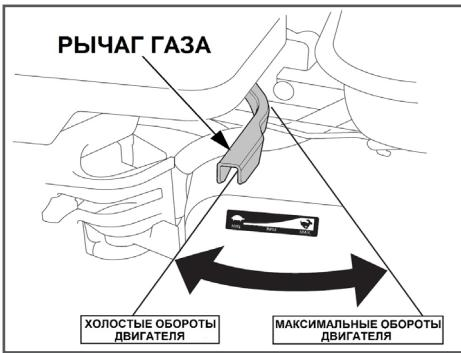

Рис. 14 Положения рычага газа
- Переведите рычаг газа на 1/3 хода в сторону положения максимальных оборотов двигателя (Рис. 14).